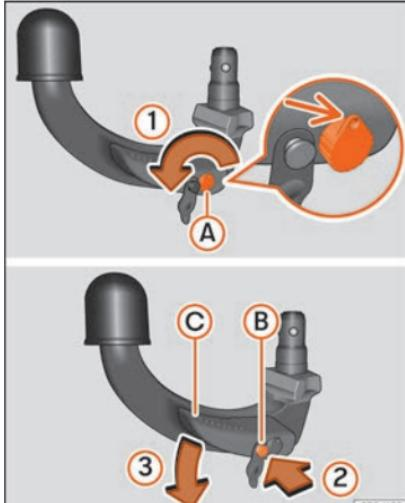

Fig. 183 Posición de reserva del gancho de remolque
- Inserte y gire la llave en el sentido de la flecha **» fig. 183 ①** hasta que el agujero de la llave quede arriba (flecha).
- Presione el perno de desbloqueo **» fig. 183 B** en el sentido de la flecha **②** y al mismo tiempo presione la palanca **C** en el sentido de la flecha **③** hasta el tope.